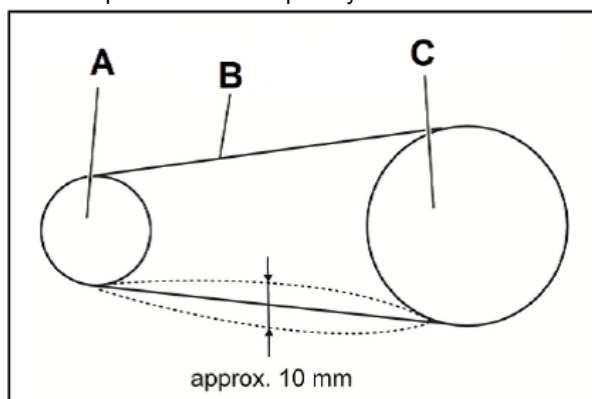

Рисунок 22
- Посередине между шкивами приводной ремень (B, Рис. 22) должен прогибаться примерно на 10 мм. Шкив электродвигателя (A, Рис. 22), шкив ведущего колеса (C, Рис. 22)